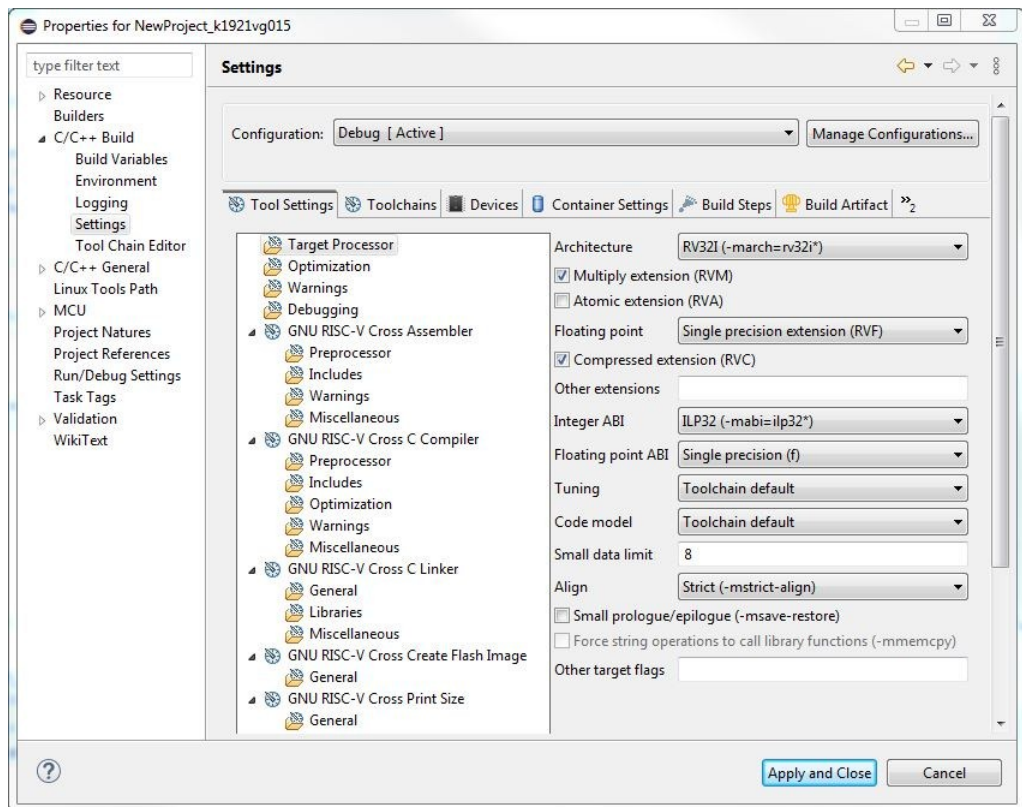

Рисунок 3.18 – Установка флагов `-march` и `-mabi`
3. Установить флаги `-march` и `-mabi` в настройках созданного проекта (см. рисунок 3.18).